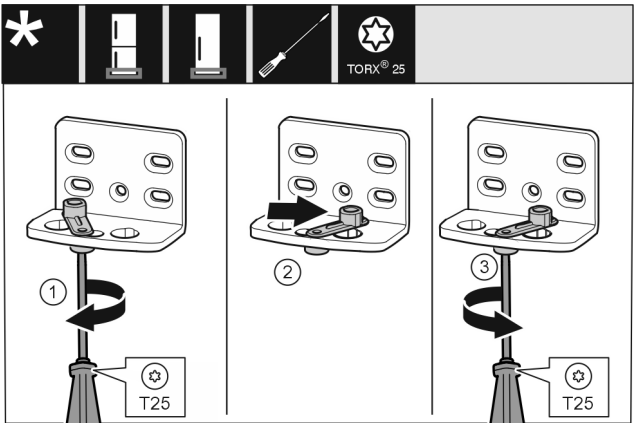

Fig. 11
- ▶ Открутите винт отверткой T25. Fig. 11 (1)
- ▶ Приподнимите фиксатор двери и поверните в отверстие на 90° направо. Fig. 11 (2)
- ▶ Затяните винт отверткой T25. Fig. 11 (3)